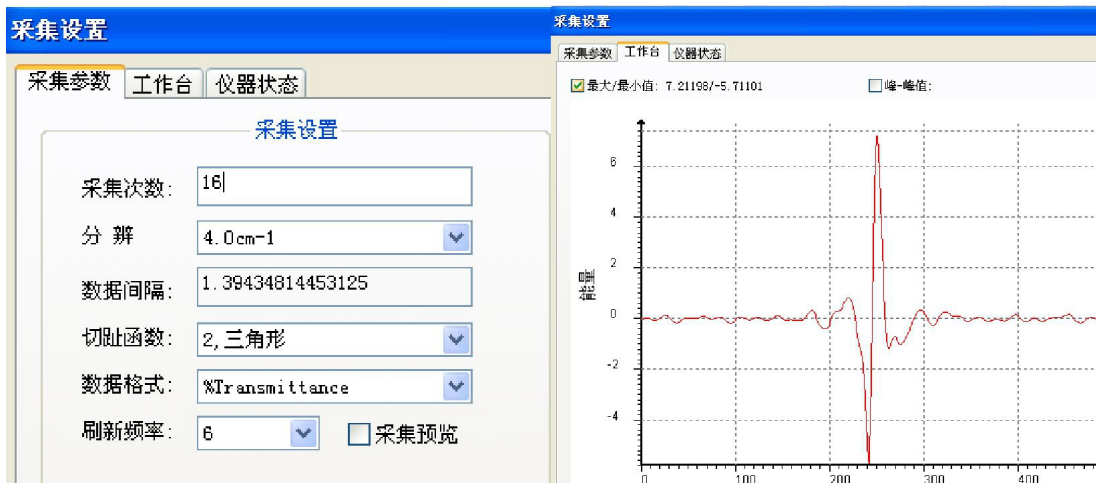

图 3 实验设置图
4) 双击电脑桌面软件图标，进入傅立叶红外工作软件，点击软件菜单上的采集菜单下的采集设置，设置采集参数如下图 3，一般扫描次数设为 16 或 32；